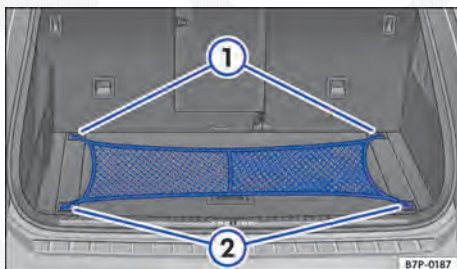

Fig. 135 No compartimento de bagagem: rede para bagagem presa.
- Prender os ganchos traseiros da rede para bagagem nos olhais de amarração no encosto do banco traseiro ⇒ Fig. 135 ①.
- Pendurar os ganchos dianteiros da rede para bagagem ② nos olhais de amarração no canto do compartimento de bagagem.